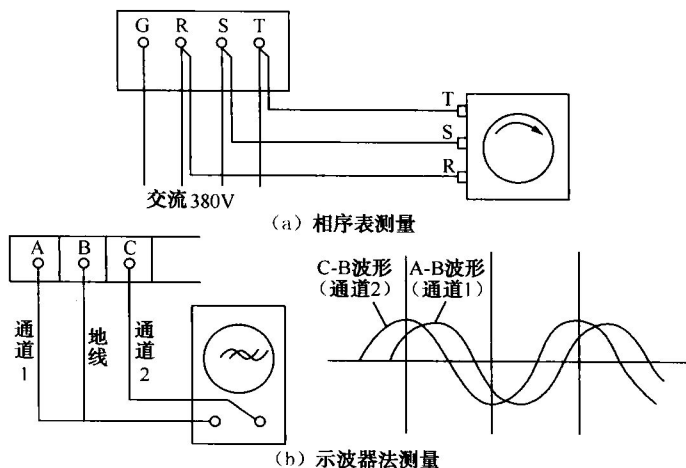

图 1-1 数控机床三相交流电源相序测量
① 用相序表测量 如图 1-1(a)所示,将三相电源线接到相序表,当相序正确时,相序表按顺时针方向旋转。
② 用双通道示波器测量 测量 AB 相和 CB 相的波形,正确相序的波形如图 1-1(b)所示,两个波形在相位上相差 120° 。